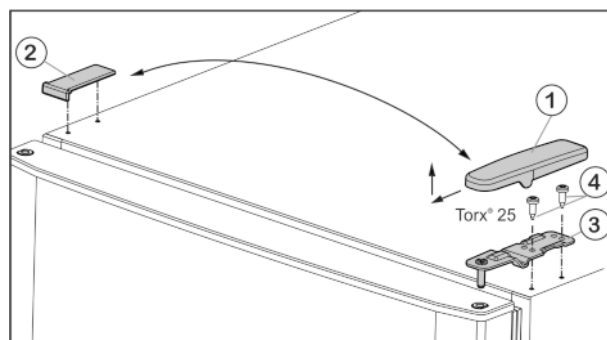

Fig. 5
- Потяните крышку Fig. 5 (1) вперед и вверх.
- Снимите крышку Fig. 5 (2).
- Открутите верхний опорный кронштейн Fig. 5 (3) (2 шт. Torx® 25) Fig. 5 (4) и поднимите вверх.
- ▶ Установите верхний опорный кронштейн Fig. 5 (3) на новой стороне шарнира и защелкните в дверце.
- ▶ Привинтите верхний опорный кронштейн (с моментом 4 Нм) (2 шт. Torx® 25) Fig. 5 (4). При необходимости используйте аккумуляторный шурупверт.
- ▶ Наденьте и защелкните крышку Fig. 5 (1) на противоположной стороне снаружи.
- ▶ Также наденьте сверху и защелкните крышку Fig. 5 (2) на противоположной стороне.